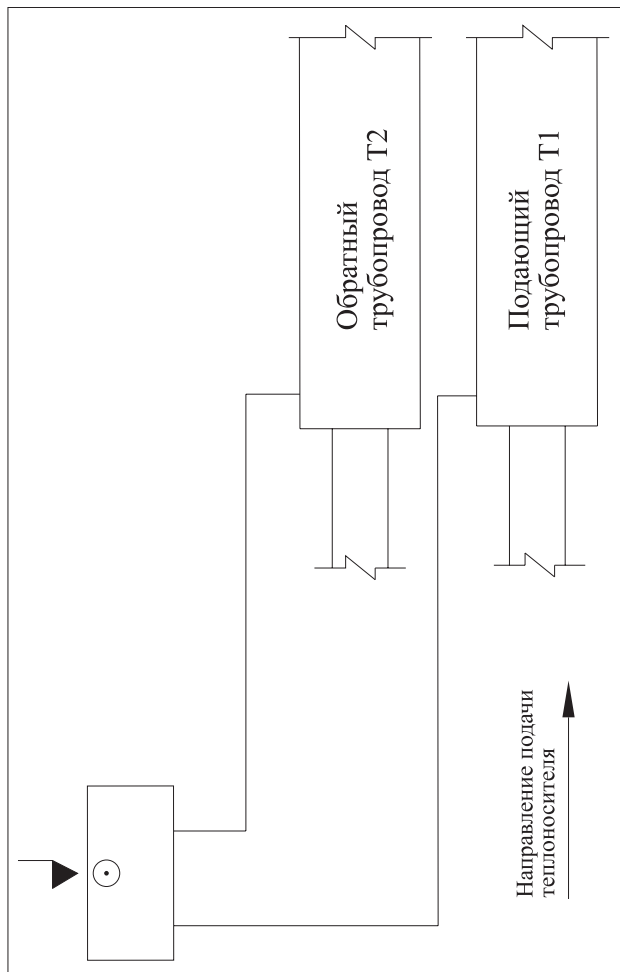
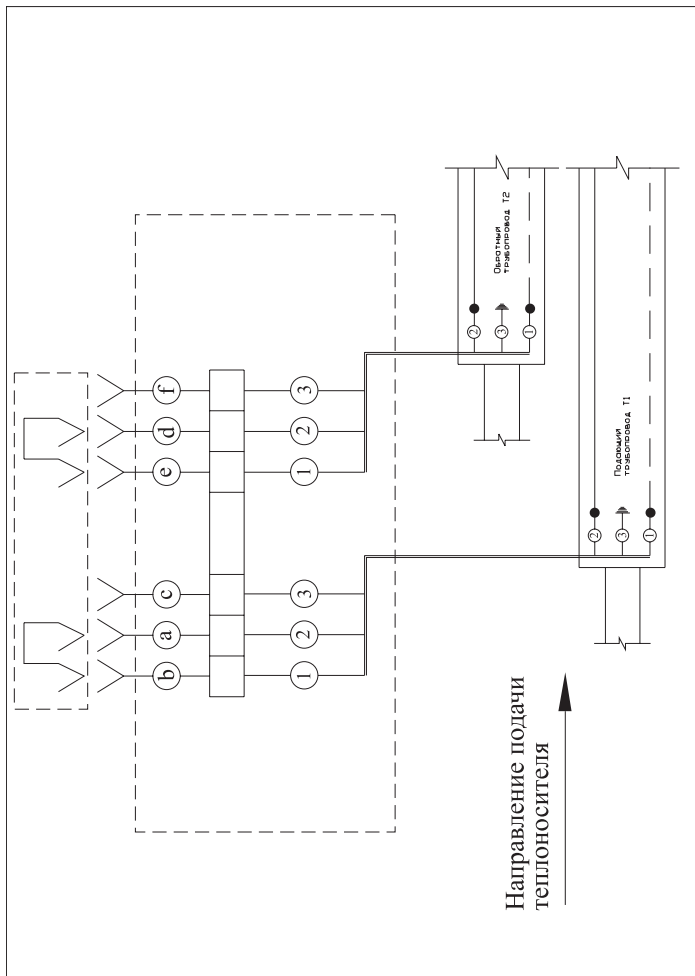

Рис. 2 «Закольцовка сигнальных проводников»
Рис. 3 «Закольцовка сигнальных проводников»
- 2.1. Закольцовка сигнальных проводников «Рис.2, 3».
на принципиальной схеме (Рис. 2)	на электрической схеме (Рис. 3)
Подключение терминала к системе оперативного дистанционного контроля производить в соответствии с монтажной (**Рис. 2**) и электрической схемой (**Рис. 3**).
5. При помощи отвертки зафиксировать провода **3** и провода **8** в клеммной планке **5**. Порядок соединения проводов указан на электрической схеме – **Рис. 3**.
10. Установить провода **8** в клеммную планку **5** на прежнее место (в соответствии с электрической схемой – **Рис. 3**).